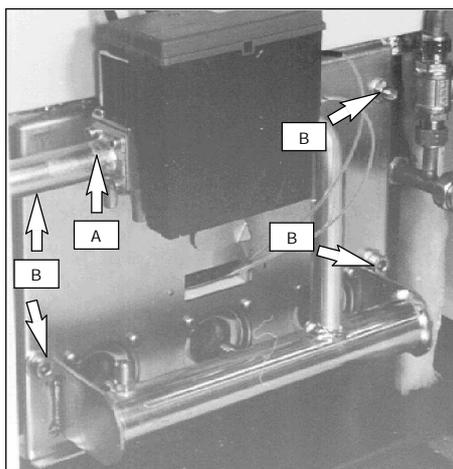

fig. 7.5
- 4 Svitare il girello (A in fig. 7.5) e le quattro viti fissa bruciatore (B in fig. 7.5), quindi estrarlo frontalmente.